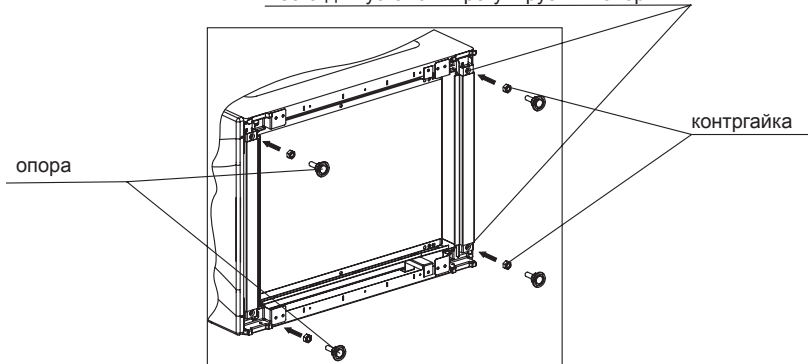

рис. 1А
■ Модели плит, не имеющие крышку стола, комплектуются щитком, который закрепляется перед установкой плиты (рис. 1).
■ **Установка щитка на плиты моделей КМ241 321, КМ241 322, КМ241 371, КМ241 372.** Установку щитка производить путем крепления к столу двумя винтами и гайками (см. рис. 1). Винты и гайки для крепления щитка находятся в пакете с комплектующими.